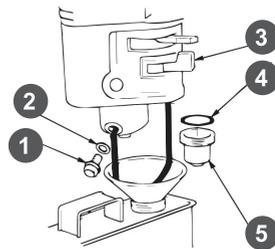

Рис. 18 Обслуживание фильтра-отстойника
1. Установите рычаг топливного крана 3 в положение «ЗАКРЫТО» (Рис. 18).
3. Открутите болт 1 сливного отверстия и слейте топливо из поплавковой камеры карбюратора (Рис. 18).
- Открутите стакан отстойника 5, вылейте из него топливо в заранее подготовленную емкость (Рис. 18).